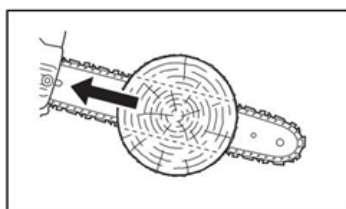

Fig 2
- Qualquer uma destas reações poderá fazer com que perca o controlo da máquina e entre em contacto com a corrente em movimento, o que poderá resultar em ferimentos pessoais graves. Como utilizador de motosserra, deve tomar várias medidas para manter os seus trabalhos de corte livres de acidentes ou ferimentos (Fig. 2).